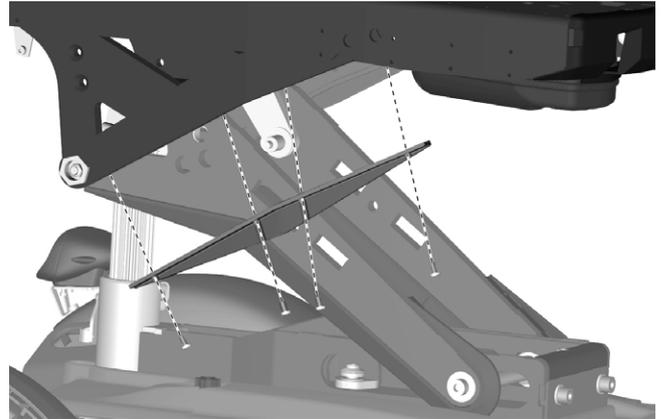

Abbildung 84. Der Klemmschutz wird mit vier Schrauben montiert.
3. Die vier Schrauben abmontieren, die den Klemmschutz des Oberlenkers halten. Siehe Abbildung.84